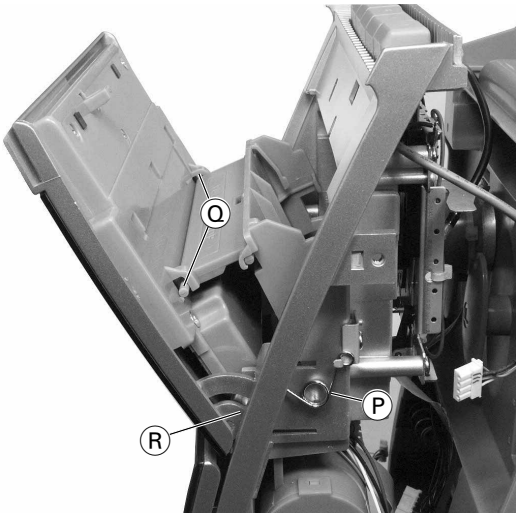

Fig. 14
- Feder **P** (Fig. 14,15) aushängen.
- Cassettenschacht-Mitnehmer **Q** (Fig. 14) aushängen.
Bedienteil aushängen **R** (Fig. 14).
- Unhook spring **P** (Fig. 14,15).
- Unhook the cassette shaft carrier **Q** (Fig. 14).
Unhook the operating part **R** (Fig. 14).